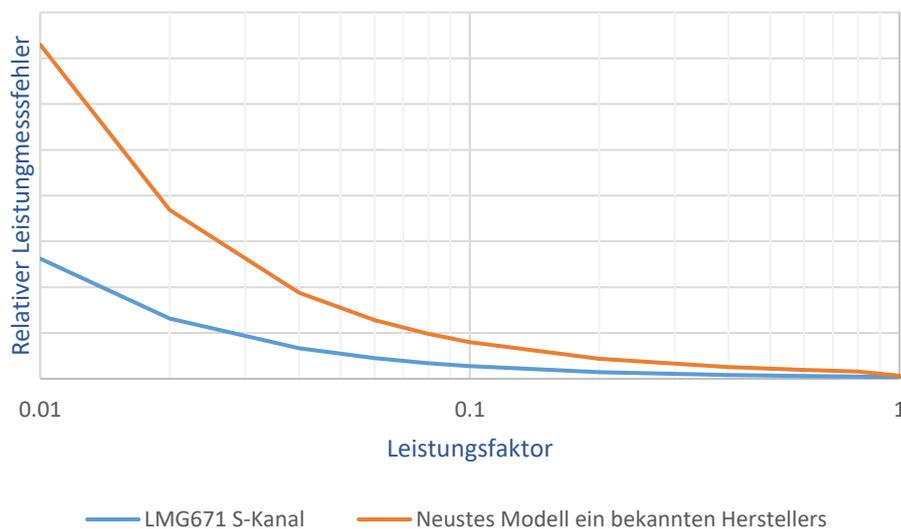

Abbildung 3: Leistungsmessfehler vs. Leistungsfaktor / 230 Veff, 2,5 Aeff, 50 Hz
*Die meisten Hersteller legen „überlegene“ Genauigkeitsspezifikationen unter der Annahme eines Leistungsfaktors gleich 1 dar, während sie sich dafür entscheiden, relevante Zusatztherme als Kleingedrucktes hinzuzufügen, wenn es um Anwendungen mit realen Leistungsfaktoren kleiner 1 geht. Dies ist eine gängige Praxis und daher sollte sich der betroffene Anwender dessen bewusst sein. Abbildung 3 zeigt den zunehmenden Leistungsmessfehler unter Berücksichtigung des Einflusses des Leistungsfaktors.*